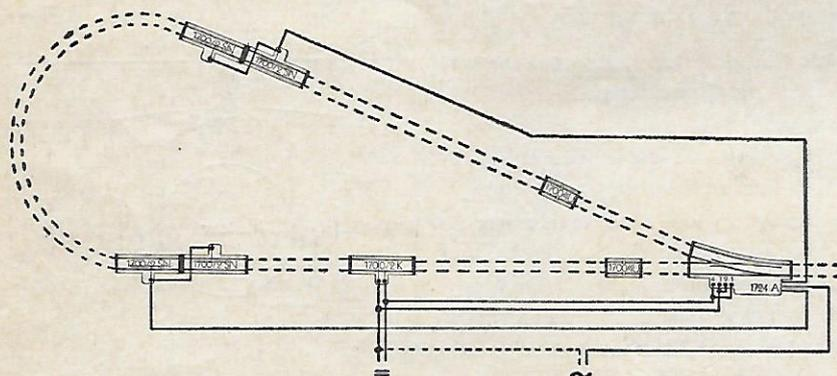
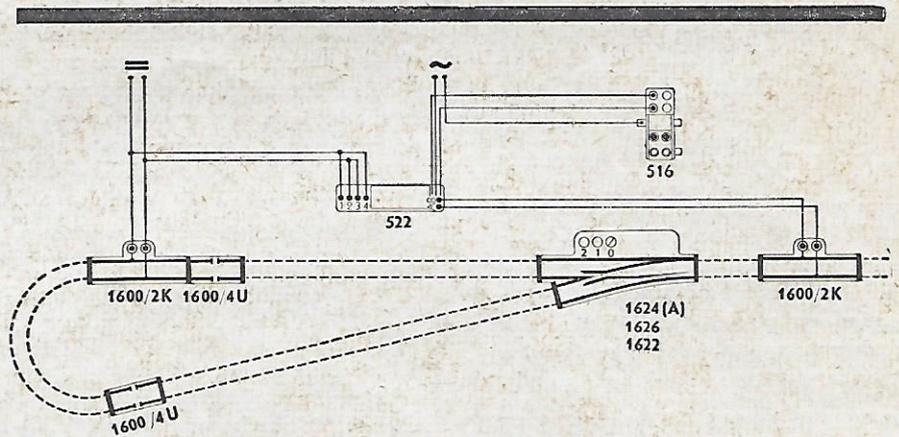

fig. 2
fig. 4
Le courant de traction est amené dans la boucle-même par la voie 1700/2 K. Cette dernière est raccordée aux paires de bornes $\frac{2}{3}$ et $\frac{1}{4}$ de l'aiguillage. Le train peut s'engager dans la boucle, quelle que soit la position de cet aiguillage. Si celle-ci est changée pendant que le train parcourt la boucle, le courant de traction à l'extérieur est également inversé et le train peut quitter la boucle sans s'arrêter. La fig. 2 montre un câblage similaire, mais automatique. Au moment de s'engager sur le rail de contact 1700/2 SN, la locomotive met automatiquement l'aiguillage de sortie dans la position appropriée.
Le câblage de la fig. 4 est également valable pour les rails standards de la série 1600, à condition d'incorporer une section de voie de contact 1600/2 SN à l'intérieur de la boucle et un relais 522 pour inverser le courant de traction à l'extérieur.
transformateur et l'aiguillage mis dans la bonne position pour lui permettre de continuer sa route. La fig. 4 indique le raccordement à réaliser avec un relais 522, qui inverse le courant de traction à l'extérieur de la boucle. Les aiguillages à main 1622, 1624 et 1626, ainsi que l'aiguillage électromagnétique 1724 peuvent être utilisés. Avec un rapport de courant alternatif suffisant (14 V et 0,5 A au moins) un relais 522 et un moteur d'aiguillage peuvent être raccordés en parallèle au poste de commande 516 pour inverser le courant de traction en concordance avec la position de l'aiguillage. La fig. 2 indique le câblage pour une "exploitation automatique".
- la résistance de ralentissement 523 (fig. 4).